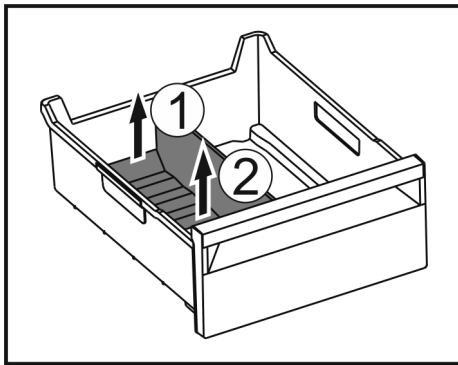

Fig. 167
- ▶ 提升冰格分隔器后部。 Fig. 167 (1)
- ▶ 向上取出冰格分隔器。 Fig. 167 (2)